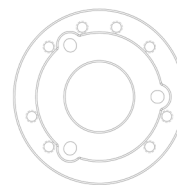

Fig. 2
3. Piastra coperchio, 11" e 14" Fig.2